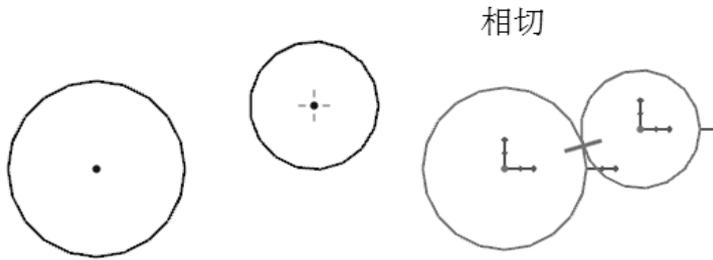

图 2-33 相切约束
(3) 相切 : 约束两圆或曲线与圆, 使之相切, 如图 2-33 所示。